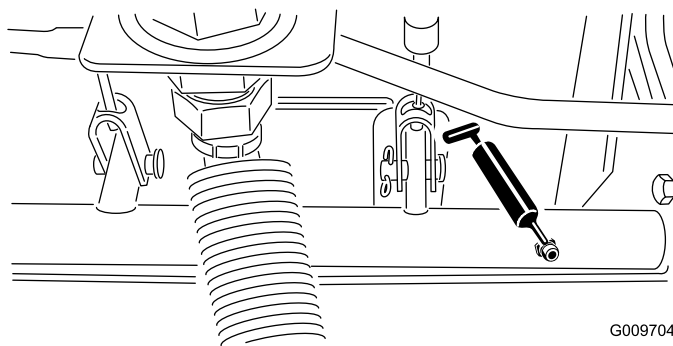

Figura 19
- Rolamentos articulados do eixo do travão (5) (Figura 19)